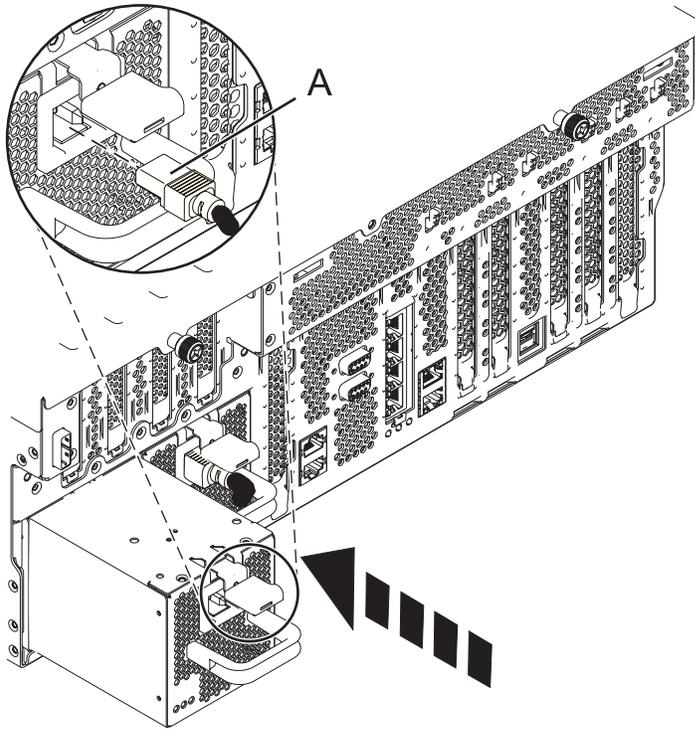

Figura 5. Sustitución de una fuente de alimentación
2. Alinee la fuente de alimentación con la bahía e inserte la nueva fuente de alimentación en la unidad del sistema hasta que el mecanismo de cierre encaje en su sitio, como se muestra en la Figura 5 en la página 7.
3. Vuelva a conectar el cable de alimentación (A) en la parte frontal de la fuente de alimentación, como se muestra en la Figura 5.